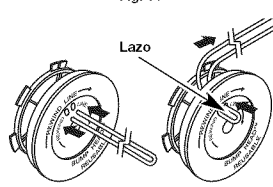

Fig. 15
6. Tome aproximadamente 20 pies (6 m) de nueva línea de corte, enlácela en dos longitudes iguales. Inserte cada extremo de la línea a través de uno de los orificios del carrete interior (Fig. 15). Pase la línea a través del carrete interior de modo que el lazo sea lo más pequeño posible.